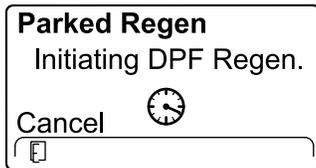

Figura 56
- El InfoCenter muestra el mensaje INITIATING DPF REGEN (Iniciando regeneración de DPF) (Figura 56).